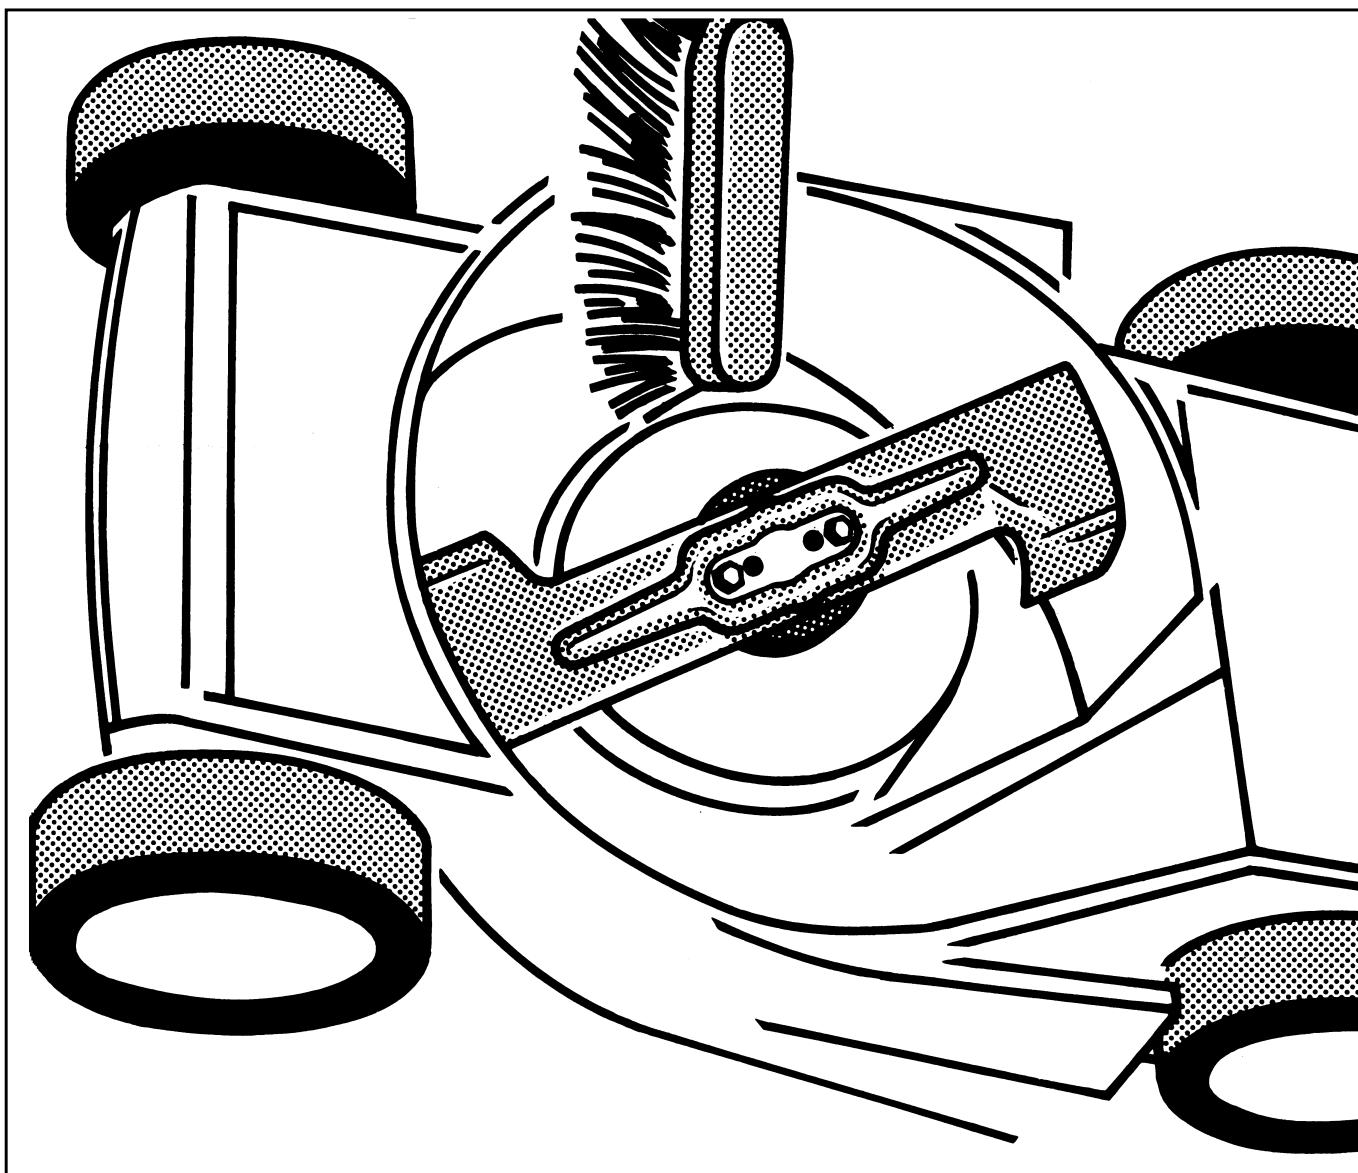

Fig. 18
- Nettoyez la tondeuse avec une brosse ou un chiffon après chaque tonte (Fig.18).
- Con una llave de 10 mm, quite los tornillos de fijación de la cuchilla (fig.18).
- Com uma chave de 10 mm, retire os parafusos de fixação da lâmina (fig.18).